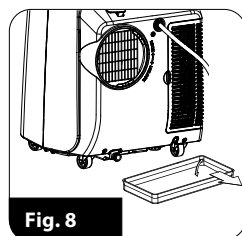

Fig. 8
- Plasser en flat beholder under den nederste tappepluggen (10)
- Skru av mutteren, fjern gummiproppen (fig. 8)